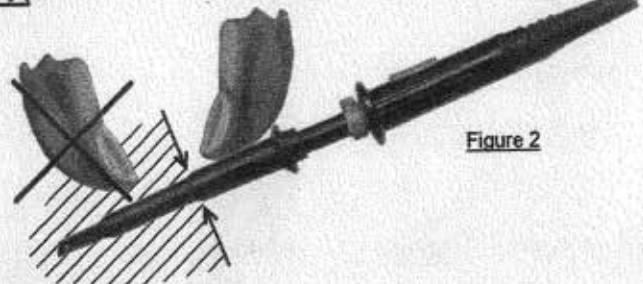

Figure 2
- Figure 2, utilisation avec grippe-fil.
- Figure 2, use with sprung hook